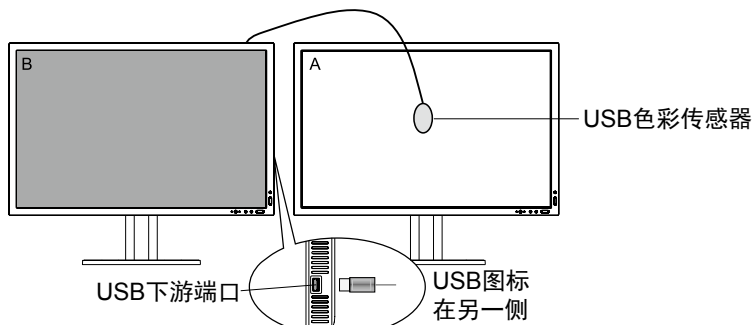

图 C.1
4. 该程序会请求将 USB 色彩传感器放置在显示面板的中心 (图 C.4)。将显示面板后倾 5° 左右并将 USB 色彩传感器放置在显示面板的中心 (图 C.1)。